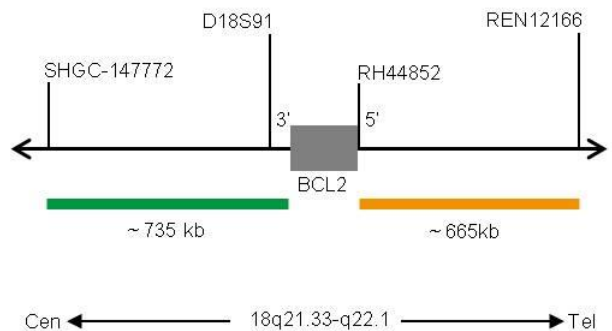
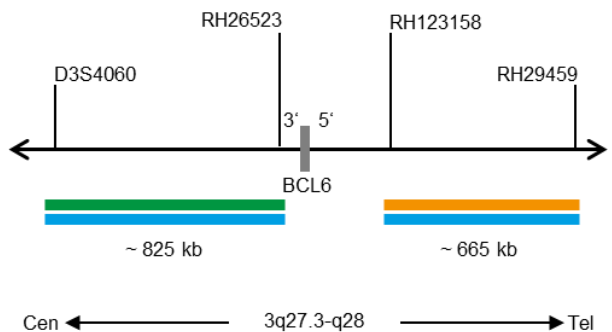

Abb. 1: BCL2 Sondenlokalisierung (nicht maßstabsgetreu)
Abb. 2: BCL6 Sondenlokalisierung (nicht maßstabsgetreu)
- ZyGreen (Anregung 503 nm/Emission 528 nm) markierten Polynukleotiden (~10 ng/μl), die gerichtet sind gegen Sequenzen in 18q21.33* (chr18:60,046,152-60,779,138), welche proximal zur BCL2-Bruchpunktregion lokalisiert sind, und in 3q27.3* (chr3:186,578,337-187,403,834), welche proximal zur BCL6-Bruchpunktregion lokalisiert sind (siehe Abb. 1 & Abb. 2).
- ZyOrange (Anregung 547 nm/Emission 572 nm) markierten Polynukleotiden (~2,5 ng/μl), die gerichtet sind gegen Sequenzen in 18q21.33-q22.1* (chr18:60,994,528-61,658,503), welche distal zur BCL2-Bruchpunktregion lokalisiert sind, und in 3q27.3-q28* (chr3:187,744,962-188,411,425), welche distal zur BCL6-Bruchpunktregion lokalisiert sind (siehe Abb. 1 & Abb. 2).
- ZyBlue (Anregung 418 nm/Emission 467 nm) markierten Polynukleotiden (~70,0 ng/μl), die gerichtet sind gegen Sequenzen in 3q27.3* (chr3:186,578,337-187,403,834), welche proximal zur BCL6-Bruchpunktregion mit den grün markierten BCL6-Polynukleotiden kolokalisieren und in 3q27.3-q28* (chr3:187,744,962-188,411,425), welche distal zur BCL6-Bruchpunktregion mit den orange markierten BCL6-Polynukleotiden kolokalisieren (siehe Abb. 2).